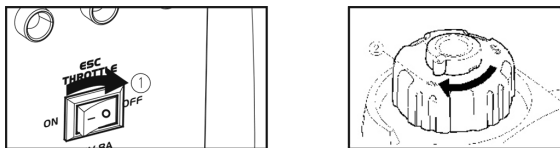

рис.7
1. Переключатель ESC (интеллектуальное управление двигателем) должен быть в положении «ВЫКЛ.» (рис.7 поз.1). 2. Поверните клапан вентиляции топливного бака (рис.1 поз.8) в положение «Откр.». **Примечание:** крышка топливного бака (рис.7 поз.2) - вентилируемого типа (для обеспечения доступа воздуха при расходе бензина из бака). Перед запуском и при работе всегда переводите ее в режим вентиляции (поворачивая в положение «Откр.»).